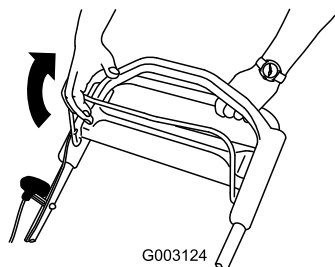

Bild 15
1. Ziehen Sie den Schaltbügel gegen den Griff (Bild 15).